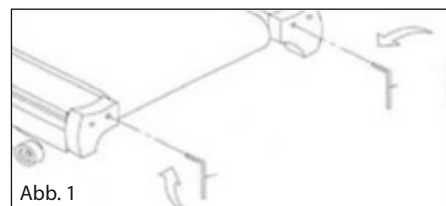

Abb. 1
2.1. Zentrieren der Lauffläche (Abb. 1):